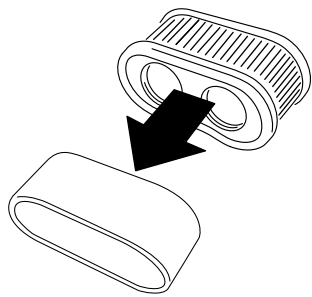

Figura 29
5. Separe el elemento de gomaespuma del elemento de papel (Figura 29).